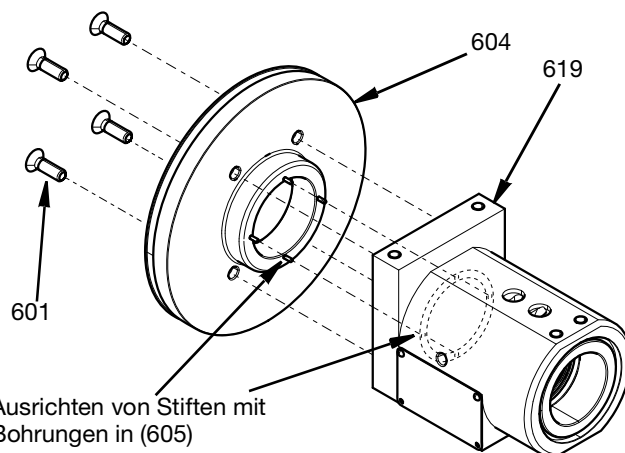

FIG. 23
3. Verbinden Sie das Lagergehäuse (604) mit dem Schwenkgehäuse (619) mithilfe der vier M5-Schrauben (601). Mit 3,3 N•m (29,2 in-lbs) festziehen. Beachten Sie, dass die vier Stifte im Lagergehäuse optimal ausgerichtet sind und in die vier Löcher im Luftringverteileradapter (605) eingreifen. Siehe FIG. 23.